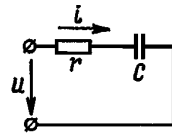

рис. 5
6. До послідовно з'єднаних резистора з опором $r = 120 \text{ Ом}$ і конденсатора ємністю $C = 30 \text{ мкФ}$ підведена напруга $u = 311 \sin 314t$ (рис.5). Обчислити повний опір кола, діюче значення напруги і струму, потужність, яка витрачається у колі, реактивну потужність і різницю фаз напруги і струму. Побудувати векторну діаграму напруг і струмів. Побудувати криві миттєвих значень прикладеної до кола напруги u , струму i , активної складової напруги u_a , реактивної u_c , активної потужності P_a , реактивної P_c і повної потужності P , енергії електричного поля W_e . (10)